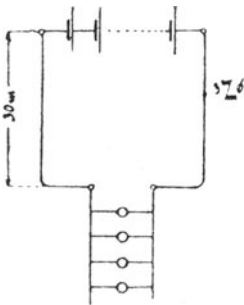

Fig. 29.
106. Eine Beleuchtungsanlage besteht aus 36 [55] (110) hintereinander geschalteten Akkumulatoren von je 2 [1,95] (2,01) Volt elektromotorischer Kraft und 0,002 [0,0053] (0,004)  $\Omega$  innerem Widerstande und 20 [22] (100) parallel geschalteten Glühlampen von je 80 [200] (900)  $\Omega$  Widerstand. Die Glühlampen sind 30 [50] (800) m von der Stromquelle entfernt und mit dieser durch zwei Kupferdrähte von je 3 [2,5] (4) mm Durchmesser verbunden. (Fig. 29.)